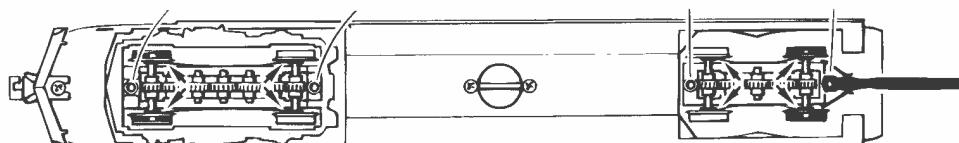

Fig. 8
**2. Schmierung:** Versehen Sie die im Schmierplan in Fig. 8 gekennzeichneten Stellen mit nur **kleinen Öltropfen**. Dazu zuerst das Lokgehäuse abnehmen (Fig. 4). Wir empfehlen den ROCO **Öler Art.-Nr. 10906**. Fürs Schmieren der Getriebeteile (Zahnräder, Schnecke) empfehlen wir das **ROCO-Spezialfett Art.-Nr. 10905**. Im Falle der Schmierung diese Teile **nicht ölen**.
**2. Lubrication:** Apply **tiny oil drops** to spots marked in fig. 8. Prior to lubrication dismantle locomotive (fig. 4). We recommend using item no. **10906, ROCO oiler**. For lubrication the gearparts (e.g. cogwheels, worm) we would recommend our ROCO **special grease** (item no. **10905**).
**2. Graissage:** N'appliquez **qu'une tout petite goutte** aux endroits indiqués par le plan de graissage (fig. 8) après avoir démonté la caisse de la locomotive (fig. 4). Nous vous recommandons **le graisseur à huile ROCO réf. 10906**. Pour graisser les engrenages (roues dentées, vis sans fin) nous vous conseillons la **graisse spéciale ROCO réf. 10905** pour engrenages en matières synthétiques. Lorsque vous utilisez cette graisse il faut éviter d'huiler ces composants.